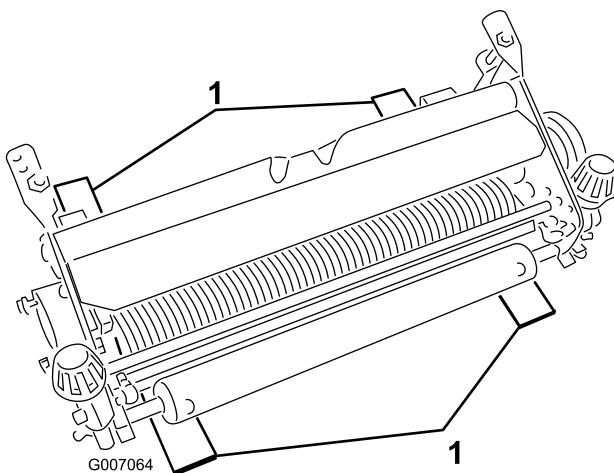

Figure 3
2. Placez des gabarits (4), de profondeur de pénétration des lames au-dessous du sol correcte, sous le rouleau avant et les roues arrière du groupe défeutreur (Figure 3).